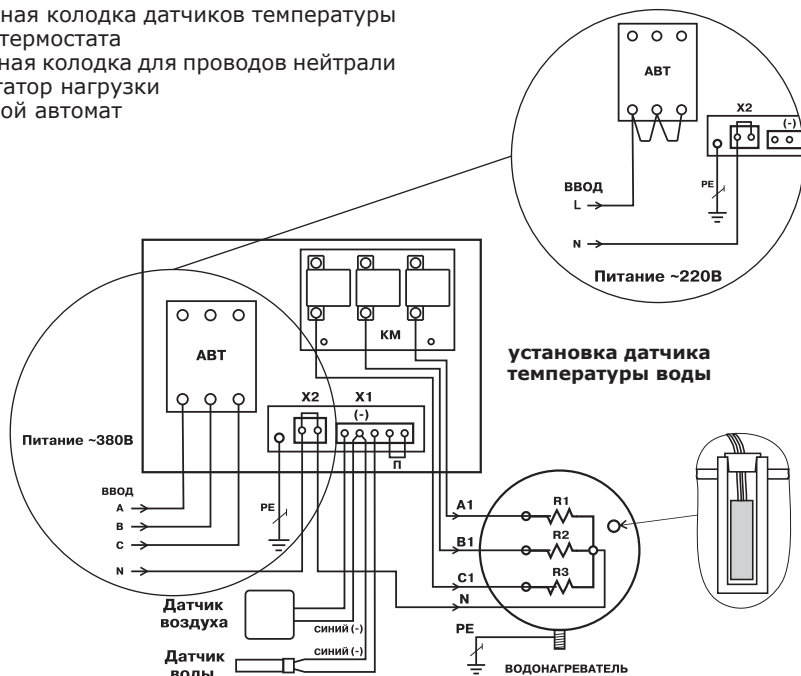

Рис.2 Схема подключения панели управления
5.2. Эксплуатация панели управления должна осуществляться только при условии ее подключения в соответствии со схемой подключений (Рис.2).
6.3. Подключить панель к питающей сети кабелем соответствующего сечения исходя из номинальной мощности электроводонагревателя или ТЭНБ согласно схеме подключений Рис.2 настоящего паспорта. Если используется одножильный медный провод, то необходимо тщательно зачистить и облудить присоединяемые концы. При использовании многожильного кабеля его концы необходимо тщательно зачистить и обжать контактным наконечником.
6.4. При подключении панели управления к однофазной сети переменного тока необходимо соединить вместе клеммы А, В, С вводного автомата и подключить их к фазному проводу питающей сети. Нулевой провод питающей сети подключается согласно схеме Рис.2.
Для этого необходимо извлечь защитную пробку из отверстия, поместить в него датчик до упора и зафиксировать его пробкой, входящей в комплект датчика, (см.Рис.2). Датчик температуры воздуха необходимо установить в помещении на высоте 1,4-1,5 м от пола, исключив прямое воздействие на него потоков воздуха от нагревательных приборов, вентиляторов, солнечных лучей и т.д.. Нагрев корпусов датчиков при монтаже не должен превышать их максимальную рабочую температуру. Подключить датчики к монтажной колодке Х1 в соответствии со схемой Рис.2, обращая особое внимание на полярность датчиков. Провода датчиков синего цвета, помеченные знаком (-) подключаются на клемму колодки Х1 помеченную знаком (-) Рис.2. Датчики подключаются медными проводами сечением 0,5-0,75 кв.мм необходимой длины. При длине провода более 10 метров желательно использовать провода свитые в пары (не более 50 метров).
6.6 В пульте имеется возможность подключение внешнего термостата. Подключить внешний термостат к монтажной колодке Х1 вместо переключки (П) Рис.2.
Внимание! В случае отсутствия переключки (П) или внешнего термостата, подключенного вместо переключки к колодке Х1 (Рис.2) устройство будет отключено.
6.7. Подключить панель к электроводонагревателю или твердотопливному котлу с установленным ТЭНБ согласно схеме подключений Рис.2 кабелем соответствующего сечения исходя из номинальной мощности электроводонагревателя или комплекта ТЭНБ.
6.8. Выполнить заземление (защитное зануление) корпуса панели в соответствии со схемой подключений Рис.2.